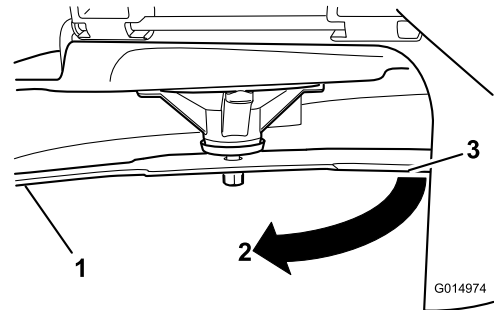

Figura 56
4. Gire la misma cuchilla 180 grados de manera que el otro extremo esté en la misma posición (Figura 56).